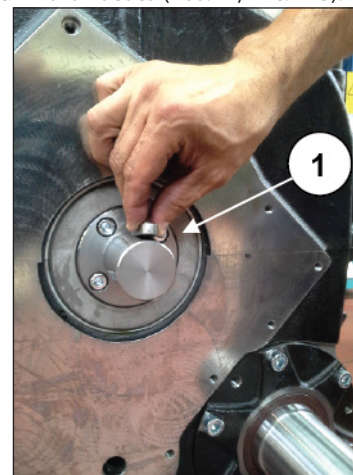

Рис. 124
Вставьте 2 центровочных втулки корпуса масляного насоса (поз. ①, Рис. 124).